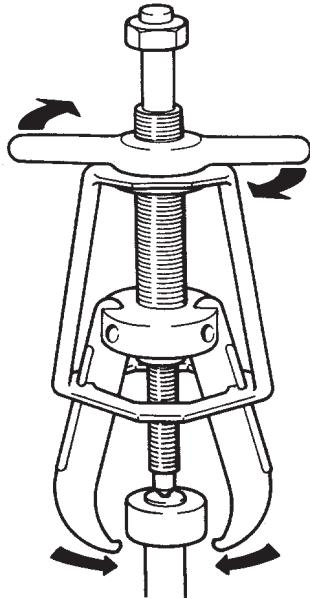

Figura 3
5. Girare la maniglia a T in senso orario fino a quando le griffe tengono saldamente il pezzo. (Vedere la figura 3).
4. Posizionare l'estrattore sul pezzo da estrarre. (Vedere la figura 3). Quando sull'albero rimane solamente la pista interna del cuscinetto, innanzitutto pulire l'albero con tela smeriglio, quindi fissare le griffe nella gabbia delle sfere. Se le griffe si sfilano dalla gabbia delle sfere, diminuire la pressione idraulica e serrare di nuovo manualmente la maniglia a T. Ciò può accadere quando l'estrattore è nuovo e questa operazione serve a sistemare correttamente le griffe nella gabbia.